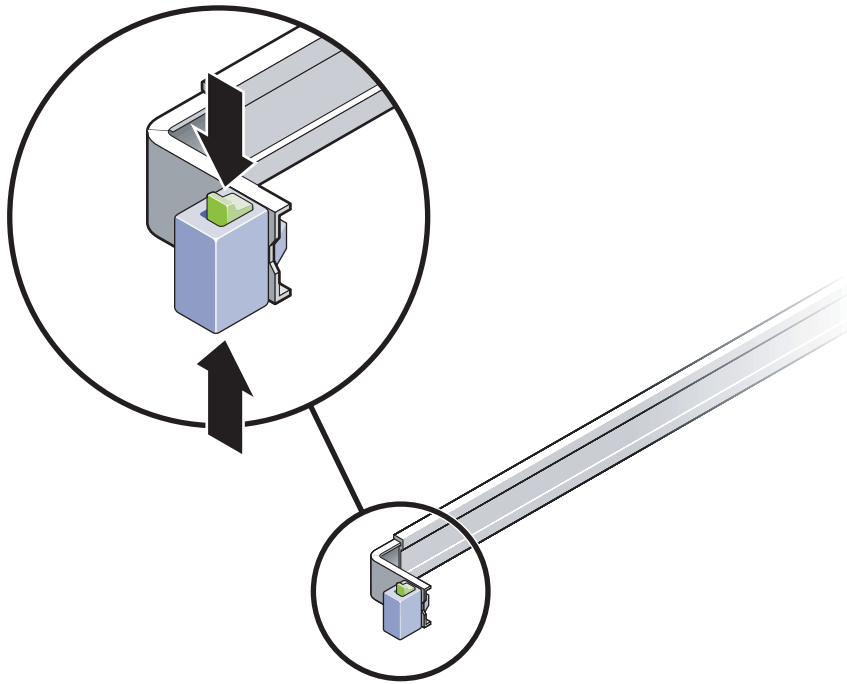

図 2-25 スライドレール部品のロックの解除
2. サーバシャーシの右側および左側のスライドロックボタンのロックを解除して (図 2-25)、スライドレールが止まるまでサーバーをゆっくりとラックから引き出します。